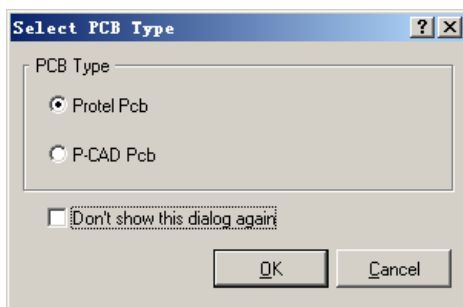

图 2.22 “Select PCB Type”对话框
(1) 启动“Altium Designer”在“Projects”工作面板中的设计空间下拉列表中选择新建的名为“ExampleWorkspace.DSNWRK”的设计空间。
(2) 在主菜单中选择“File”->“New”->“Project”->“PCB Project”命令或者单击“Project”工作面板上的“Project”按钮，在弹出的菜单中选择“Add New Project”->“PCB Project”命令，打开如图 2.22 所示的“Select PCB Type”对话框。